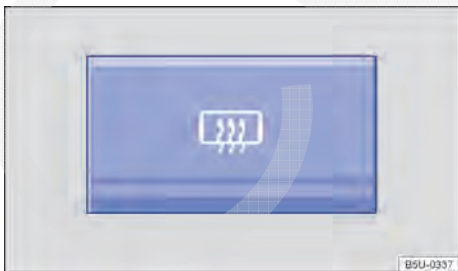

Fig. 118 No console central: botão do desembaçador do vidro traseiro.
- Pressionar o botão → Fig. 118 para ligar o desembaçador do vidro traseiro.